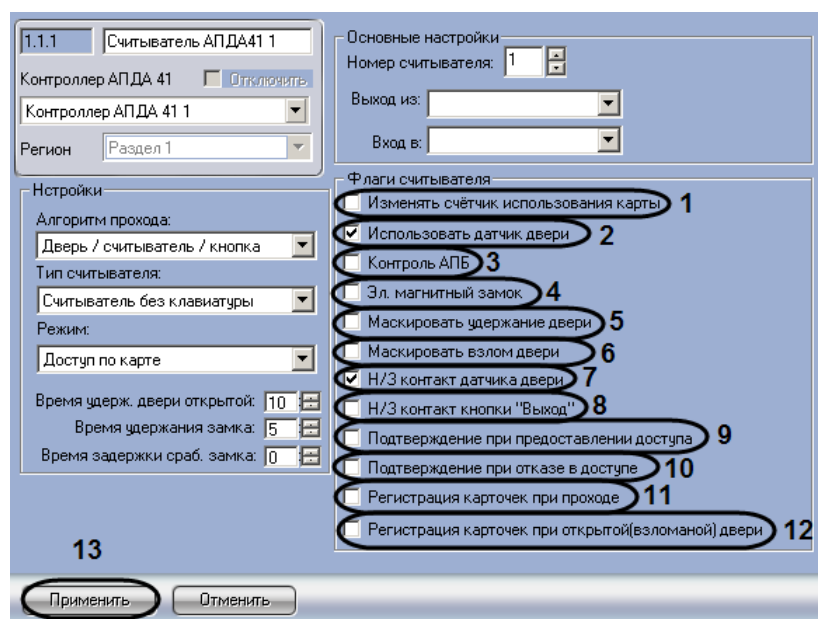

Рис. 3.6—4 Настройка флагов считывателя
1. Перейти на панель настройки объекта **Считыватель АПДА21** или **Считыватель АПДА41** (Рис. 3.6—4).
2. В случае, если считыватель должен уменьшать лимит использования карты при предоставлении доступа, необходимо установить флажок **Изменить счетчик использования карты** (см. Рис. 3.6—4, 1).
3. В случае, если для считывателя требуется использовать датчик двери, установить флажок **Использовать датчик двери** (см. Рис. 3.6—4, 2).
4. В случае, если требуется включить контроль двойного прохода, установить флажок **Контроль АПБ** (см. Рис. 3.6—4, 3).
5. Установить флажок **Эл. магнитный замок** (см. Рис. 3.6—4, 4), если используется электромагнитный замок (в противном случае используется электромеханический замок, управляемый импульсом)
6. Установить флажок **Маскировать удержание двери** для маскирования тревоги **Удержание двери** в случае, если дверь осталась открытой после прохода (см. Рис. 3.6—4, 5).
7. Установить флажок **Маскировать взлом двери** для маскирования тревоги **Взлом двери** в случае, если дверь открыли несанкционированно (см. Рис. 3.6—4, 6).
8. Установить флажок **Н/З контакт датчика двери** в случае, если датчик двери имеет нормально-замкнутые контакты (см. Рис. 3.6—4, 7).